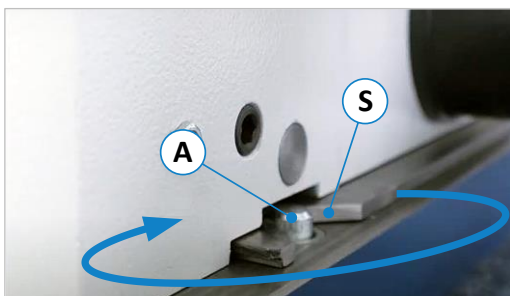

Figure 24 : enclencher le boulon
- Pour établir le parallélisme avec la table de la machine, tourner maintenant légèrement la butée jusqu'à ce que les pions de centrage (Z) cachés dans la vue, situés sur la face inférieure de la butée, s'enclencher dans les trous (B) sur la table de la machine (bruit de clic), voir ⇒ Figure 24.